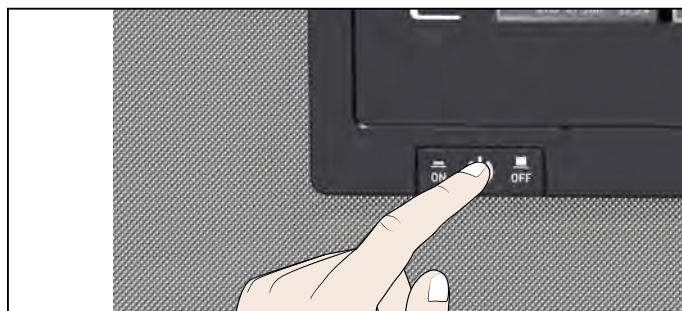

Рис. 22 Выключение устройства
4. Выключите устройство (Рис. 22).